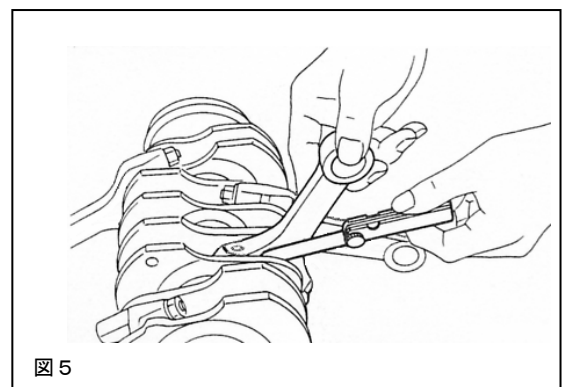

図5
3. 7 コンロッドとクランクのサイドクリアランスをシクネスゲージを用いて測定してください。（図5）